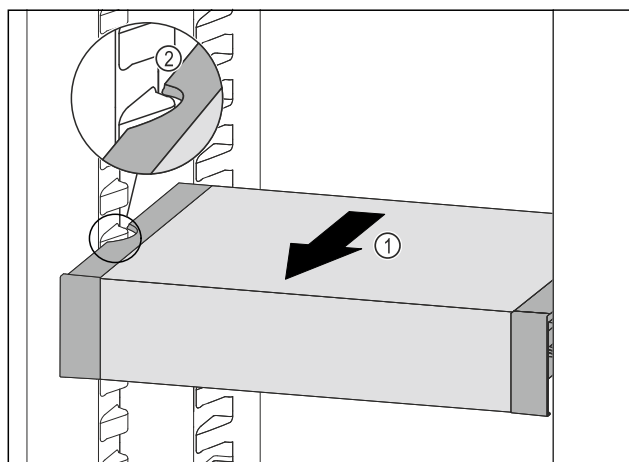

Fig. 180
- Ladicu VarioSafe vucite prema naprijed Fig. 180 (1) sve dok se bočni otvori ladice VarioSafe ne nađu na visini žlijeba spremnika u hladnjaku. Fig. 180 (2)